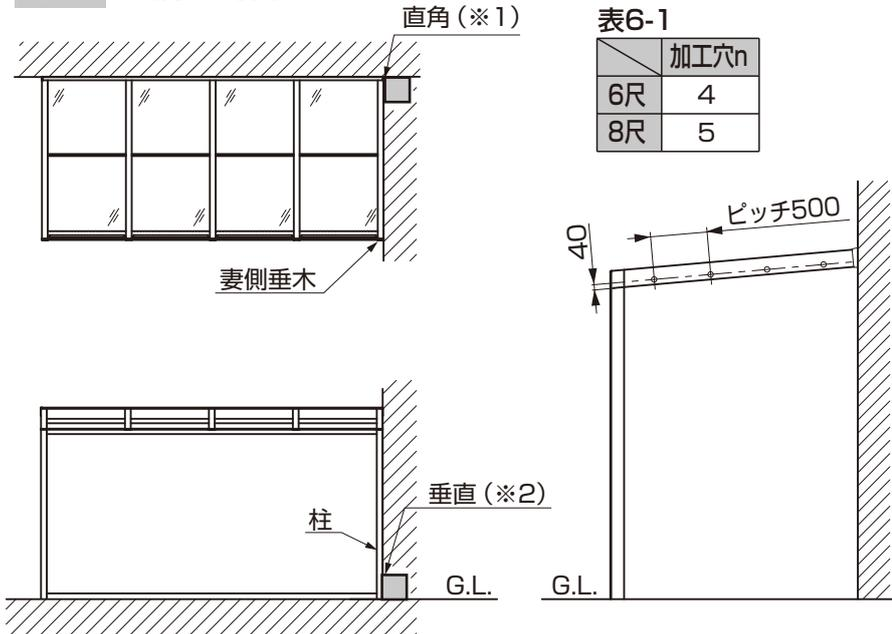

図6-3
- 躯体外壁の直角度(※1)、垂直度(※2)に狂いが生じている場合は、取付けることができませんので、修正してください。修正時の部材については、現場で手配してください。(図6-3参照)